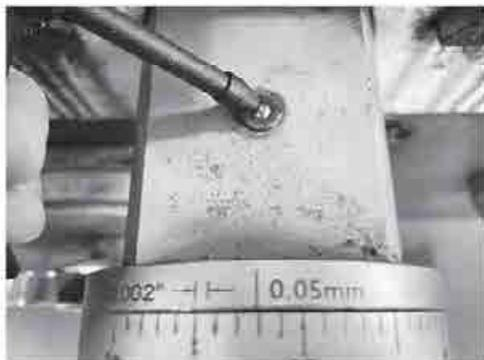

图 1-10 弹子油杯润滑
(2) 飞溅润滑常用于密封的箱体中。例如，车床主轴箱中的传动齿轮转动时，可将箱底的润滑油溅射到箱体上部的油槽中，然后经槽内油孔流到各润滑点进行润滑。
(3) 油绳导油润滑常用于进给箱和溜板箱。这种润滑方式利用毛线既易吸油又易渗油的特性，通过毛线将油引入润滑点，间断地滴油润滑。
(4) 弹子油杯润滑常用于尾座、中滑板手轮、小滑板手轮、光杠、丝杠、操纵杆支架等的轴承处。如图 1-10 所示，操作时，用油枪端头的油嘴压下油杯的弹子，打开油口，注入润滑油；油嘴撤去，弹子复位，封住油口。